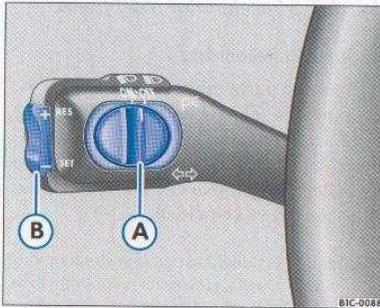

Fig. 74 Palanca de intermitentes y de luz de carretera: mando y tecla basculante para el regulador de velocidad
– Desplace el mando ⇒ fig. 74 (A) hasta la posición OFF.
Para volver a activar el regulador deberá soltar el freno o el embrague (si el vehículo monta un cambio manual) y pulsar luego una vez la parte superior de la tecla RES+ ⇒ fig. 74 (B).
- Desplace el mando ⇒ fig. 74 (A) hasta la posición OFF.